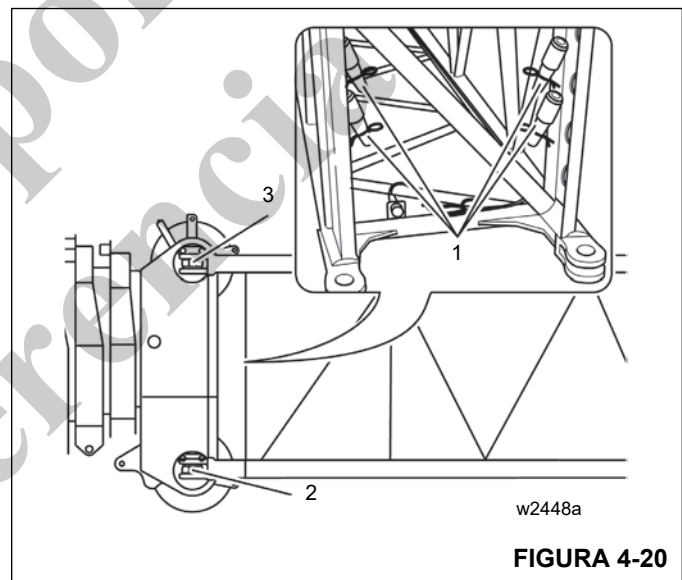

FIGURA 4-20
Los pasadores de fijación (1) para la conexión están en los sujetadores en la base de las secciones de 8 m (26 pies) y están fijados con pinzas de retención (Figura 4-20).
1. Apoye el inserto de 8 m (26 pies) con rodillo de apoyo en una grúa auxiliar y levántelo delante de la cabeza de la pluma principal para que los puntos de soporte (2) y (3) se alineen con ella en ambos lados (Figura 4-20).
1. Fije el inserto de 8 m (26 pies) en una grúa auxiliar y levántelo hasta que se quite el peso de los puntos de soporte (2) y (3) (Figura 4-20).
2. Retire las pinzas y los pasadores de retención de los puntos de soporte (2) y (3) en ambos lados (Figura 4-20).